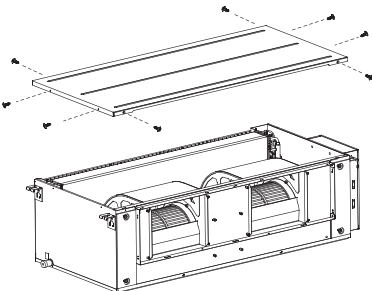

Рис. 9-1
1. Снимите верхнюю крышку, как показано на рис. 9-1.